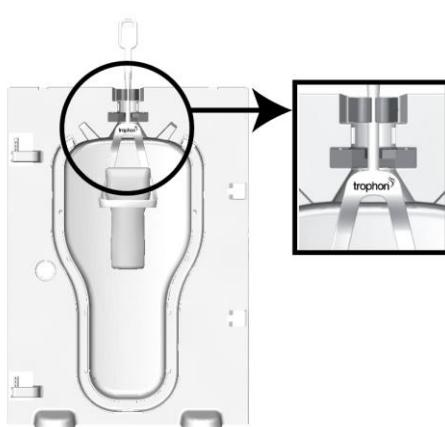

Figura 4
- **WUPH-A** El trophon Wireless Ultrasound Probe Holder-A (WUPH-A) contiene una sonda de ultrasonidos inalámbrica compatible en la cámara trophon. Se puede utilizar con los dispositivos trophon EPR y trophon2 (consulte la Figura 4 y la Figura 5, respectivamente).